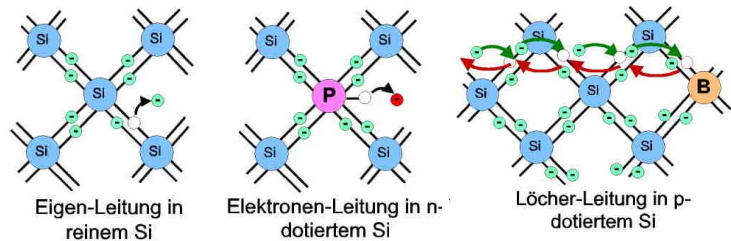

Abb. 2
freien Ladungsträger stark steigt. Jetzt kann elektrische Leitung einsetzen. Die Leitfähigkeit wird drastisch verstärkt durch Dotierung der Halbleitern. Hier werden einige Atome des reinen Festkörpers (z.B. Si, Abb. 2) durch andere ersetzt. Donatoratome wie z.B. Phosphor (P), haben ein Elektron mehr als Si (n-Dotierung). Dieses zusätzliche Elektron trägt nicht zur chemischen Bindung des Halbleiterkristalls bei und kann daher schon bei deutlich kleinerer Temperatur „befreit“ werden und zur sogenannten n-Leitung (negative Ladungsträger) beitragen.
Die p-Dotierung erhält man, wenn Si-Atome gegen Akzeptoratome wie z.B. Bor (B) ausgetauscht werden, die ein Elektron weniger besitzen. Jetzt gibt es ein Akzeptor-Loch in der Bindung, das zur Leitung indirekt beiträgt, indem es einen „freien Platz“ darstellt (Abb. 2, Loch am B-Atom). Wird ein benachbartes Elektron aus der chemischen Bindung thermisch befreit, so wird es in das vorhandene Loch springen wo es wieder gebunden wird (Abb. 2 oberer Pfeil). Diese Elektron hat aber an seinem Ursprungsort ein neues Loch hinterlassen, so dass man sagen kann, das Loch des Akzeptors ist entgegen der Elektronenbewegung gewandert (Abb. 2 untere Pfeile). Diese Leitung heißt p- oder Löcherleitung, da sich die Löcher durch den Festkörper bewegen. Beachte, dass die Akzeptoren, bzw. die Si-Atome, welche eigentlich die „positive Ladung des Lochs“ tragen natürlich ortsfest bleiben.